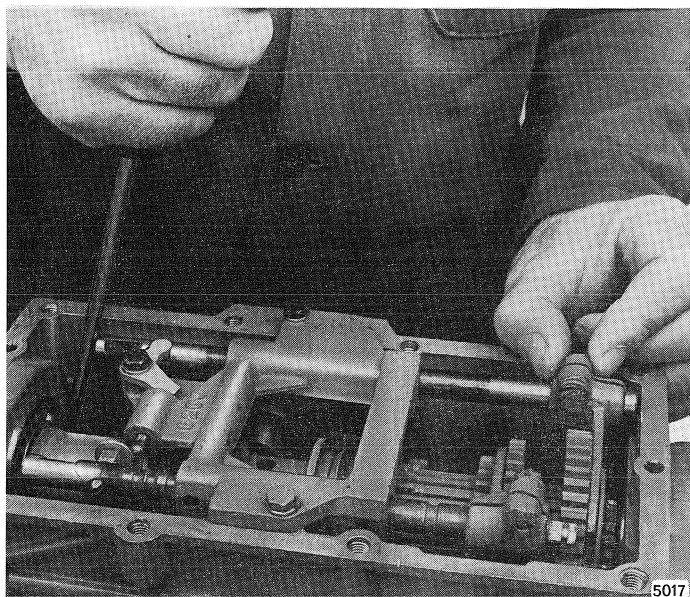

Fig. 57
N.B. - Nella operazione di fig. 57 portare asta e ingranaggio in posizione di marcia inserita.